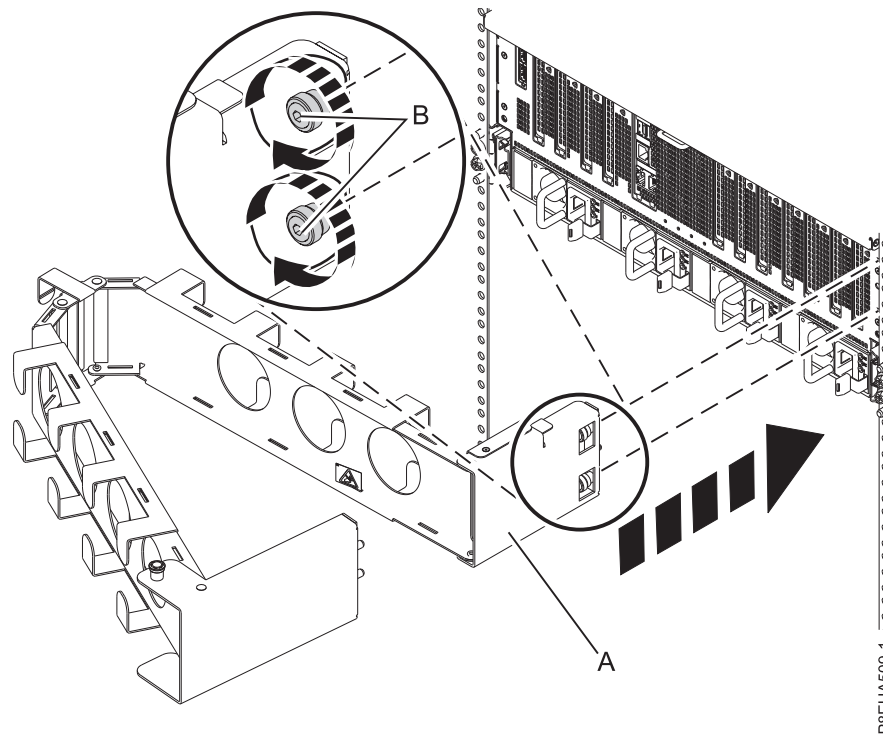

Figura 18. Fijación de la placa interna al chasis del sistema
1. Fije la placa interna (A) al chasis del sistema apretando con la mano los dos tornillos cautivos (B) en los orificios roscados del chasis, tal como se muestra en la Figura 18 en la página 19. A continuación utilice la herramienta hexagonal T25 que se incluye con el sistema para apretar más los tornillos.